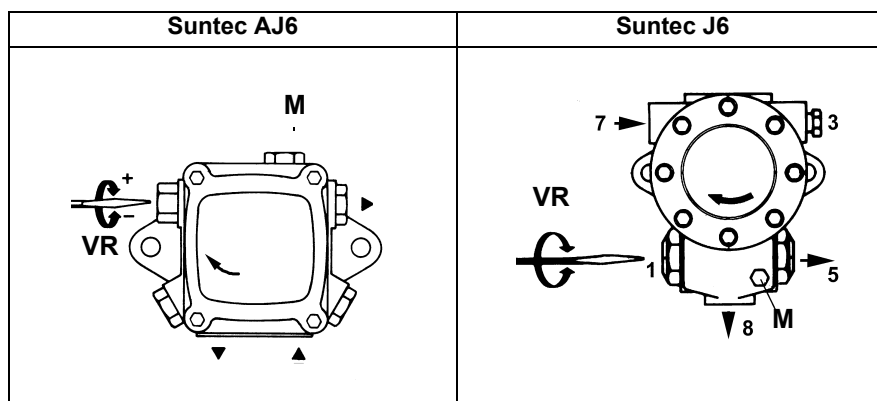

Рис. 11
- 5 выпустить воздух со штуцера манометра **M** насоса , развинтив слегка заглушку, но не снимая ее (Рис. 11);
- 3 выпустить воздух со штуцера (**M**) манометра насоса (Рис. 11), расслабив слегка заглушку, но не снимая ее; затем отпустить контактор;